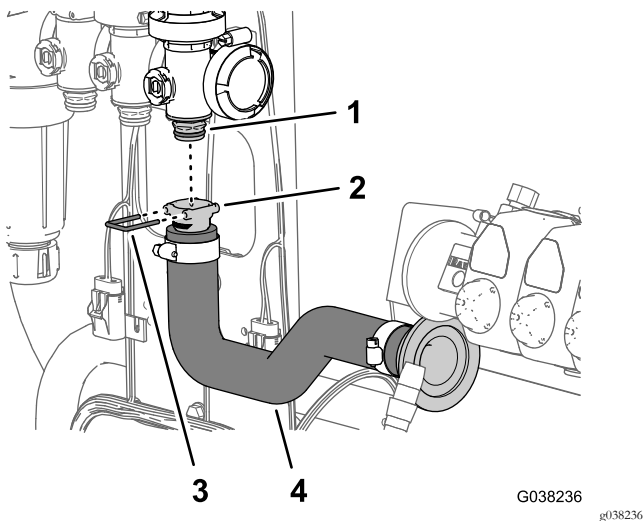

Рисунок 54
- Подсоедините быстроразъемный штуцер шланга расходомера к быстроразъемному штуцеру главного распылительного клапана (Рисунок 54).
4. Закрепите штуцер шланга на штуцере клапана с помощью держателя (Рисунок 54), поставляемого вместе со шлангом расходомера.